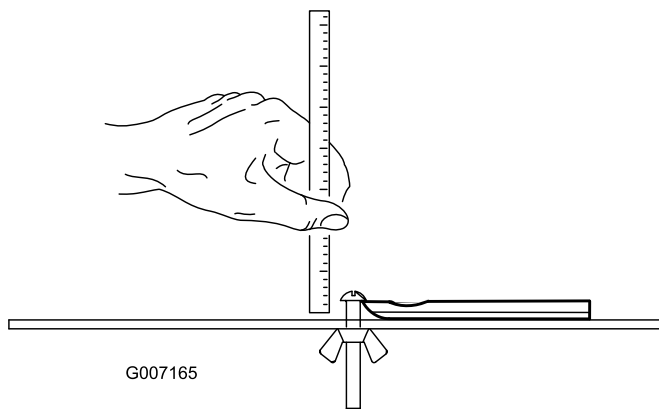

Figure 27
**Remarque:** Toutes les mesures de limite de service renvoient au bas de la contre-lame (Figure 27).